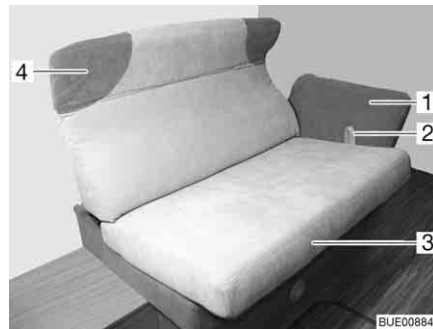

Bild 81 Inställning av den längsgående sittbänken
- Dra bandet (Bild 81,2) uppåt och dra försiktigt sittytan (Bild 81,3) på skeborna, dra till stoppläget i mitten.
- Ta tag i nackkudden (Bild 81,4) med båda händerna och sväng upp eller ned till önskat läge.
- Ta tag i armstödet (Bild 81,1) med båda händerna och sväng upp eller ned till önskat läge.